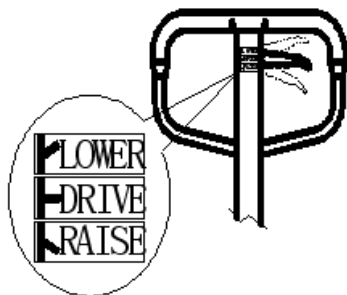

Рисунок 3. LOWER: опускание – положение опускания; DRIVE: движение – среднее положение; RAISE: подъем – положение подъема.
Вы можете видеть маленькую ручку управления (119) над ручкой на ручной тележке для транспортировки грузов на поддонах. Ее можно переводить в три положения (см. рис. 3). После окончания работы ее необходимо перевести в положение Middle (Среднее). Эти три положения были настроены соответствующим образом перед отправкой с завода. Если при аварийной ситуации происходят изменения, вы можете перезагрузить их в соответствии со следующими шагами: